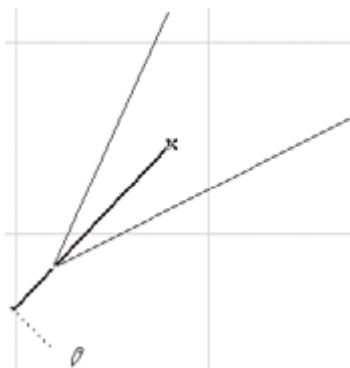

Рис. 3.44. Деление угла пополам
5. Переместите указатель в положение конечной точки (рис. 3.44)
Предположим, необходимо построить прямую из точки пересечения отрезков (см. рис. 3.44) к точке, делящей расстояние между концами этих отрезков в соотношении 3 : 7. Сделать это можно следующим образом.